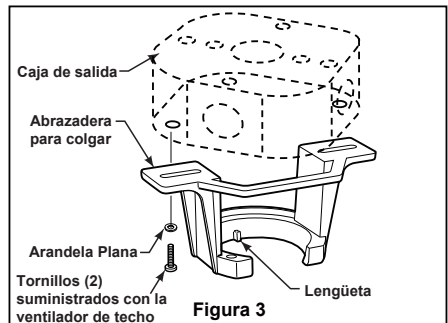

Figura 3
3. Afloje los dos tornillos de fijación del soporte del barral de soporte para techo a través de la varilla. Introduzca los cables de color marrón, azul, rojo, gris y amarillo cables a través de la varilla. (Figura 3)
- ☐ 1. Fije bien la abrazadera para colgar a la caja de salida (no se incluye) con los tornillos y las arandelas provistas con la caja de salida. (Figura 3)
2. Deslice el receptor en el soporte de suspensión antes de realizar el cableado como se muestra en la figura 3.